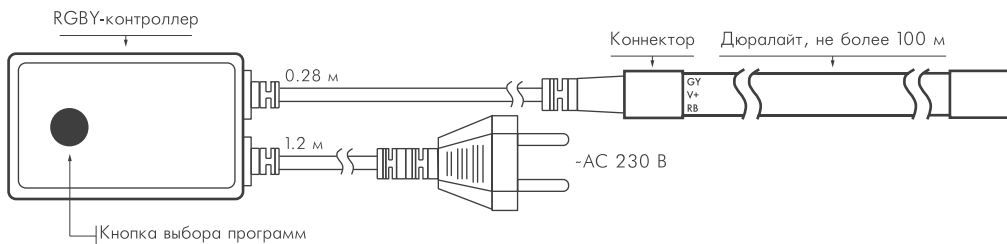

Рис. 1. Схема подключения.
- 3.3. Подключите нагрузку к выходу контроллера. Соблюдайте полярность и соответствие каналов управления (см. рис. 1 и 2).